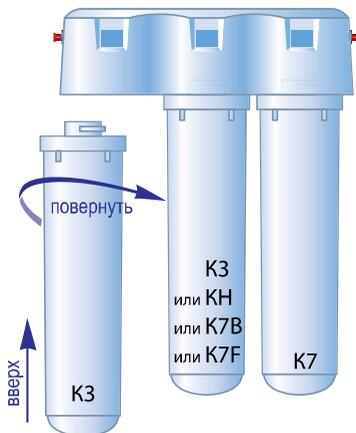

Рис. 6
– вставьте новый модуль в блок коллекторов (14) до упора и, слегка надавливая, поверните модуль по часовой стрелке до щелчка (рис. 6).
Обратите внимание на порядок установки модулей. Позиционирование модулей в водоочистителе указано на рис. 6.
Соберите и подсоедините к модулю КН переходник для регенерации (1) (имеется в комплекте водоочистителя или приобретается отдельно) (рис. 6):
– установите прокладку (3) в гайку (2);
– наденьте гайку (2) с прокладкой (3) на переходник (1) до упора;
– наденьте пластиковую трубку (4) на штуцер переходника (1);
– плотно вставьте переходник (1) в модуль (6);
– прикрутите к гайке (2) стандартную чистую пластиковую бутылку (5) с отрезанным дном (в виде воронки).